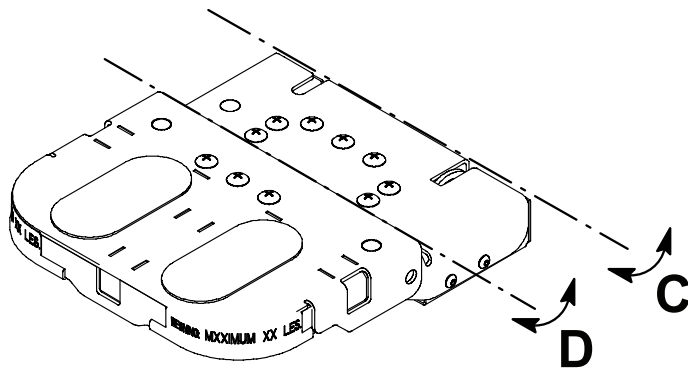
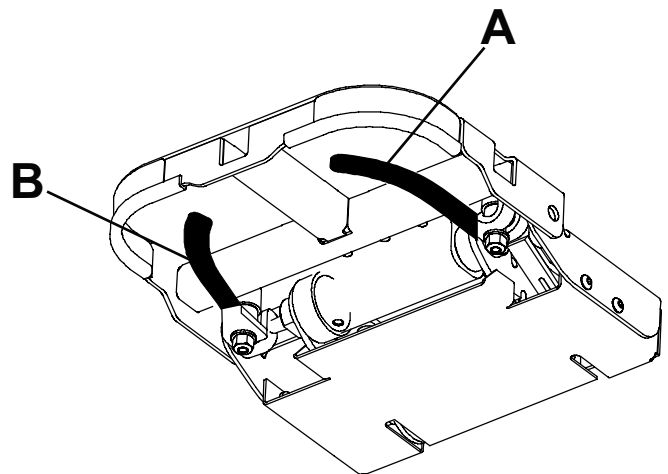

Figure 4 – Tourner la tête
Figure 5 – Emplacement des poignées
- La poignée (A) (Figure 5) libère un loquet et tourne la tête sur l'axe (C) (Figure 4).
- La poignée (B) (Figure 5) libère l'autre loquet et tourne la tête sur l'axe (D) (Figure 4).